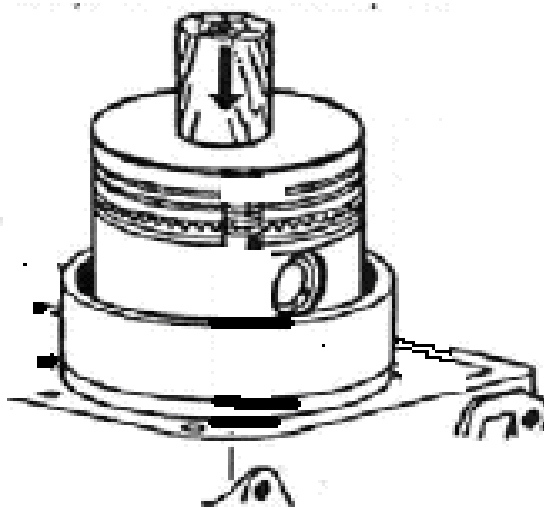

Рис.79. Установка поршня с кольцами в цилиндр
- с помощью специальной оправки с внутренней конусной поверхностью сжать кольца и вставить поршень в цилиндр (рис.79).